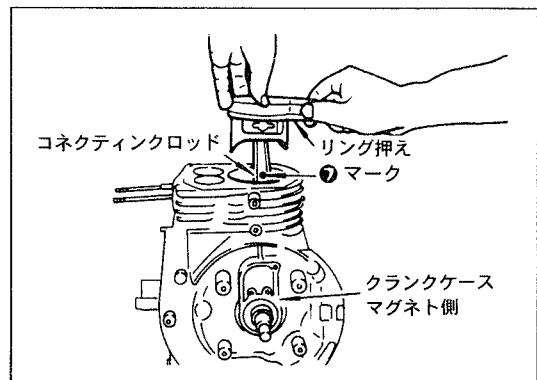

Fig.19
(C) コネクティングロッドの組込みはFig19のようにピストンリングガイドでおさえ（リングガイドがない場合はピストンリングを指先で押しながら木片等で軽くピストン上部をたたき押し込みます）コネクティングロッドの⑦マーク又はMAGマークをフライホイルマグネット側にして組付けます。